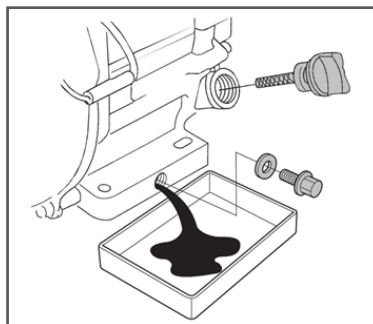

Рис. 22 Замена масла в двигателе
2. Очистите от загрязнений зону вокруг маслозаливной горловины. Извлеките крышку-щуп из маслозаливной горловины (Рис. 22) и протрите щуп чистой ветошью.
3. Открутите пробку для слива масла и слейте отработанное масло в подготовленную для этого емкость (Рис. 22).